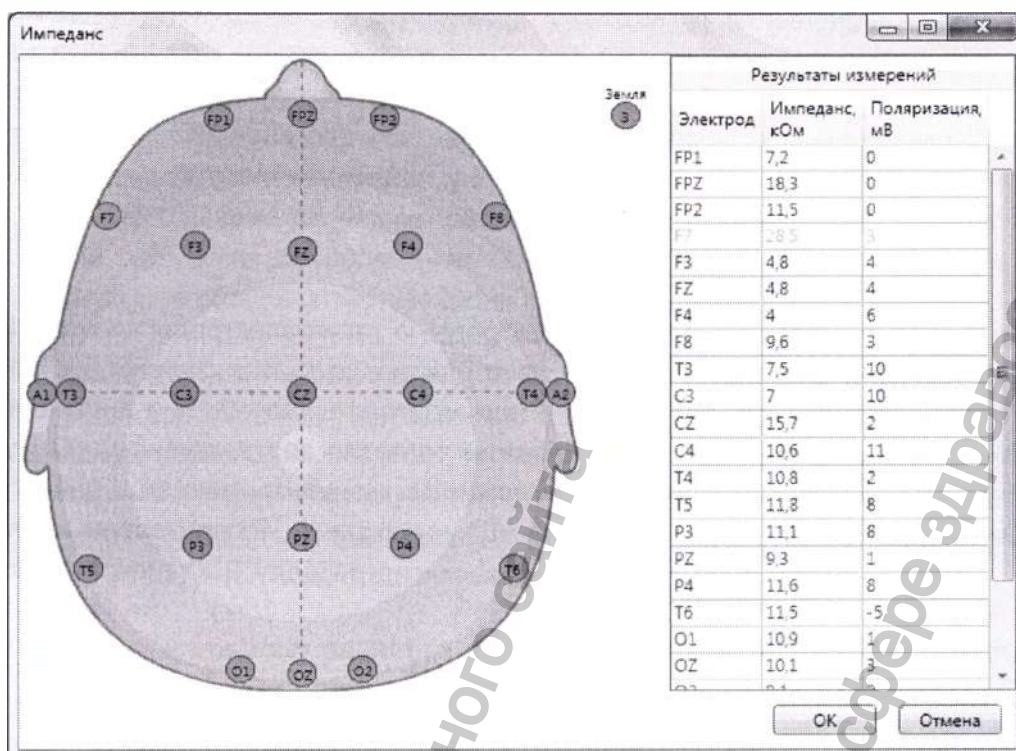

Рис. 27. Измерение импеданса
6. После наложения электродов проконтролируйте качество их наложения в окне программы (рис. 27), нажав Кнопку измерения импеданса (см. Руководство пользователя на программное обеспечение «Нейрон-Спектр.NET»). При неудовлетворительном качестве наложения электрода повторите операции по подготовке кожи пациента перед повторной установкой электрода и/или смочите отводящую поверхность электрода физиологическим раствором и/или добавьте токопроводящий гель/пасту.